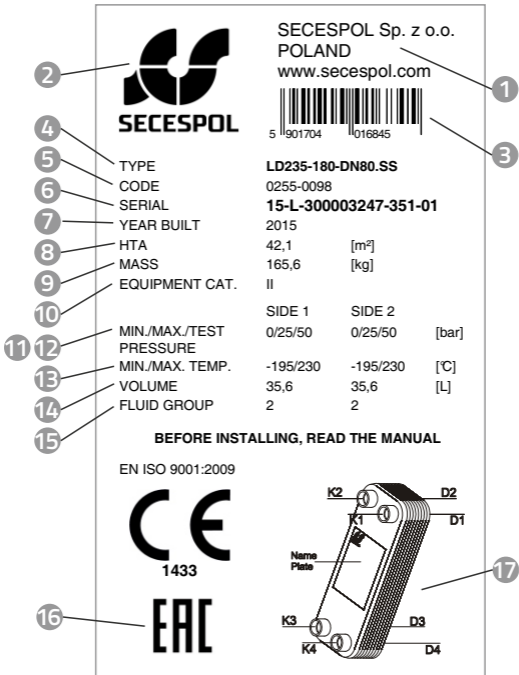

Fig. 3
1.4. Tabliczka znamionowa, Fig.3:
- ① producent
- ② logo producenta
- ③ kod kreskowy typu urządzenia
- ④ oznaczenie wymiennika
- ⑤ kod urządzenia
- ⑥ numer seryjny urządzenia
- ⑦ rok produkcji
- ⑧ powierzchnia wymiany ciepła
- ⑨ masa
- ⑩ kategoria urządzenia wg. 2014/68/UE